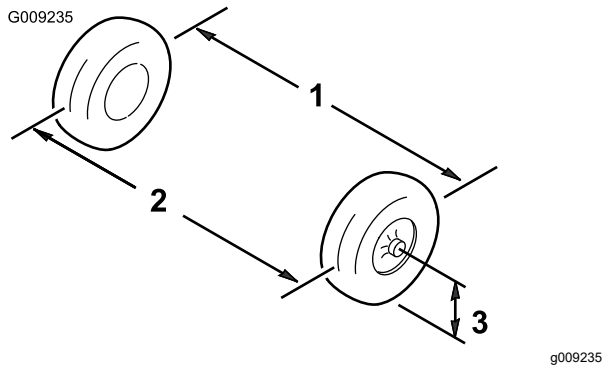

Figura 60
- Mida la distancia entre los neumáticos delanteros a la altura del eje, en la parte delantera y trasera de las ruedas (Figura 60).